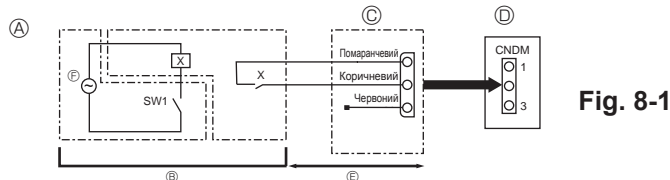

Fig. 8-1
8.1. Режим із низьким рівнем шуму (модифікація на місці установки) (Fig. 8-1)